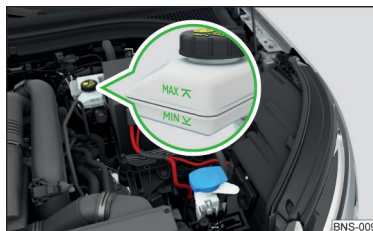

Abb. 329
Bremsflüssigkeitsstand prüfen - der Bremsflüssigkeitsstand muss zwischen den Markierungen „MIN“ und „MAX“ liegen » **Abb. 329**.
- Sinkt der Flüssigkeitsstand innerhalb kurzer Zeit deutlich ab oder sinkt er unter die Markierung „MIN“ » **Abb. 329**, so kann die Bremsanlage undicht geworden sein. **!** Nicht weiterfahren - es besteht Unfallgefahr! Die Hilfe eines Fachbetriebs in Anspruch nehmen.